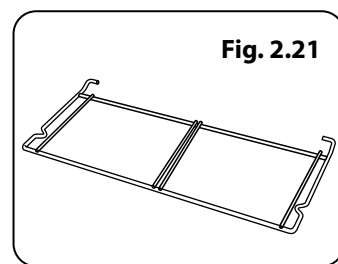

Fig. 2.21
- Support de lèche-frite (**Fig. 2.21**)